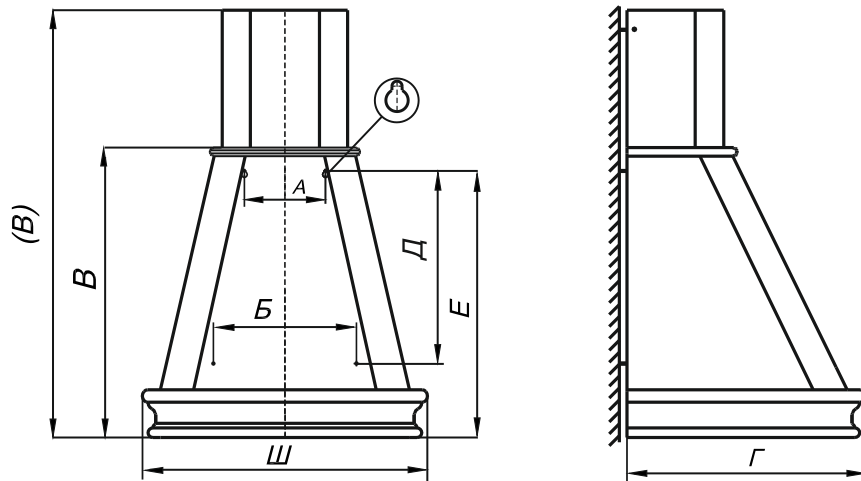

РИС. 2
**(В)** - высота зонта с фальштрубой (рис. 2) В зонтах вытяжных Пергола 60 , Амбир 90, Грильяж 90 - фальштруба регулируется по высоте.
6.3 Установка вытяжных зонтов **Амбир 60, Капелла 60:** (рис. 2)